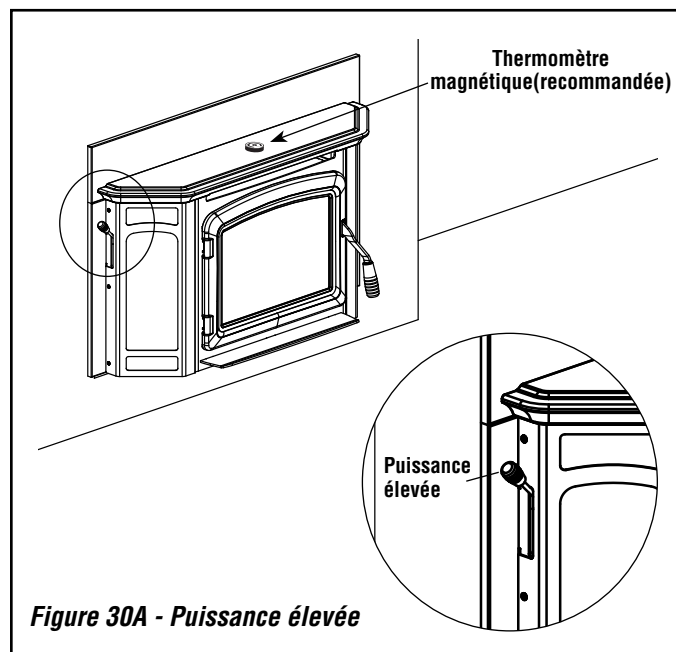

Figure 30A - Puissance élevée
5. Lorsque l'on opère un appareil au bois, il est important de se familiariser avec l'utilisation du registre d'entrée d'air de l'appareil afin de voir son impact sur la température de l'appareil et la chaleur dégagée. L'utilisation d'un thermomètre pour poêle à bois est recommandée afin de savoir si l'appareil ne surchauffe pas et si on brûle le bois avec le maximum d'efficacité. Placer le thermomètre sur le dessus de l'appareil tel qu'indiqué à la **figure 30A**. Faire une lecture de la température à toutes les 15 minutes approximativement jusqu'à ce que vous soyez familier avec le rendement de votre appareil. Fermer le registre complètement si la température excède 400 degrés, ce qui indiquerait que l'appareil surchauffe.